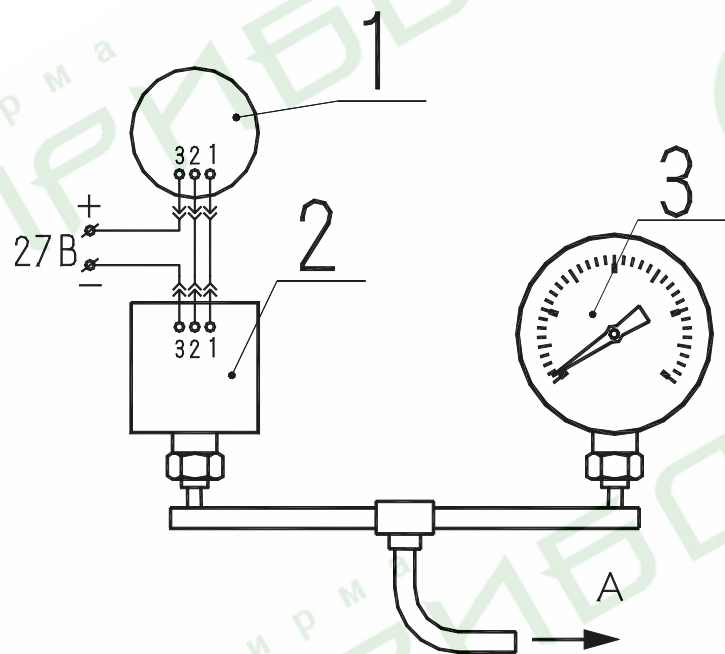

Рисунок 5 - Схема определения основной погрешности:
3.3 Измеряемое давление передается в манометрическую пружину 1 (рисунок 5), вызывая перемещение ее незакрепленного конца. Перемещение конца манометрической пружины через тягу 2 и механизм 3 передается на колодку со щетками 4, при этом ее подвижный контакт (щетка) движется по потенциометру 5.